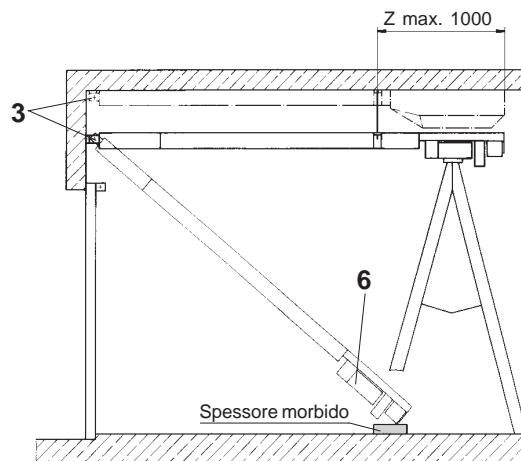
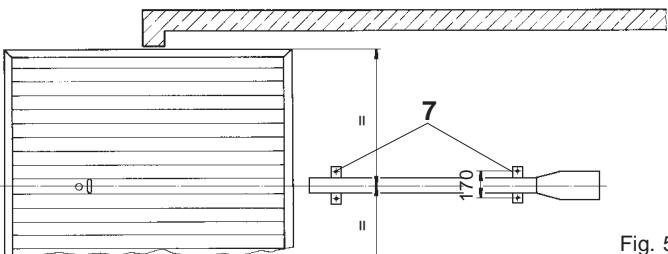

Fig. 4
Fig. 5
- Segnare la posizione di fine automatismo 100 mm, dietro al lato portone, sull'asse automatismo al soffitto. Fig. 5
- Individuare la posizione della staffa di sospensione (7) come da Fig. 5 e segnare i fori sul soffitto.
- Inserire i tasselli scorrevoli nel profilo in alluminio (8) con un movimento oscillatorio.
- Fissare la staffa di sospensione (7) e gli accessori come da disegno allegato, con viti ad aletta, al profilo in alluminio (8).
- A • Allentare la staffa anteriore (3) dal prolungamento dell'automatismo e fissarla all'architrave.
- Sollevare l'automatismo come da Fig. 4 e fissarlo con le viti alla staffa (3). Attenzione: non danneggiare la testa motrice (6)!
- B • Far scorrere la staffa di sospensione anteriore (7) nel profilo in alluminio (8).
- Sollevare l'automatismo come da Fig. 5 e fissarlo con la staffa di sospensione anteriore (7) al soffitto. Fig. 4 e Fig. 5
- Fare scorrere l'automatismo nella corretta posizione e serrare le viti. Fig. 5